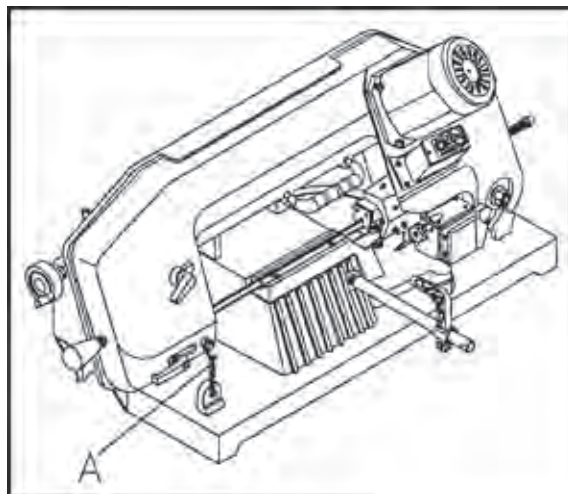

Fig. 1
Hinweis: Vor Inbetriebnahme der Bandsäge ist die Transportsicherung (A) Fig. 1 zu lösen. Zum Transportieren ist diese Sicherung wieder festzuschrauben.